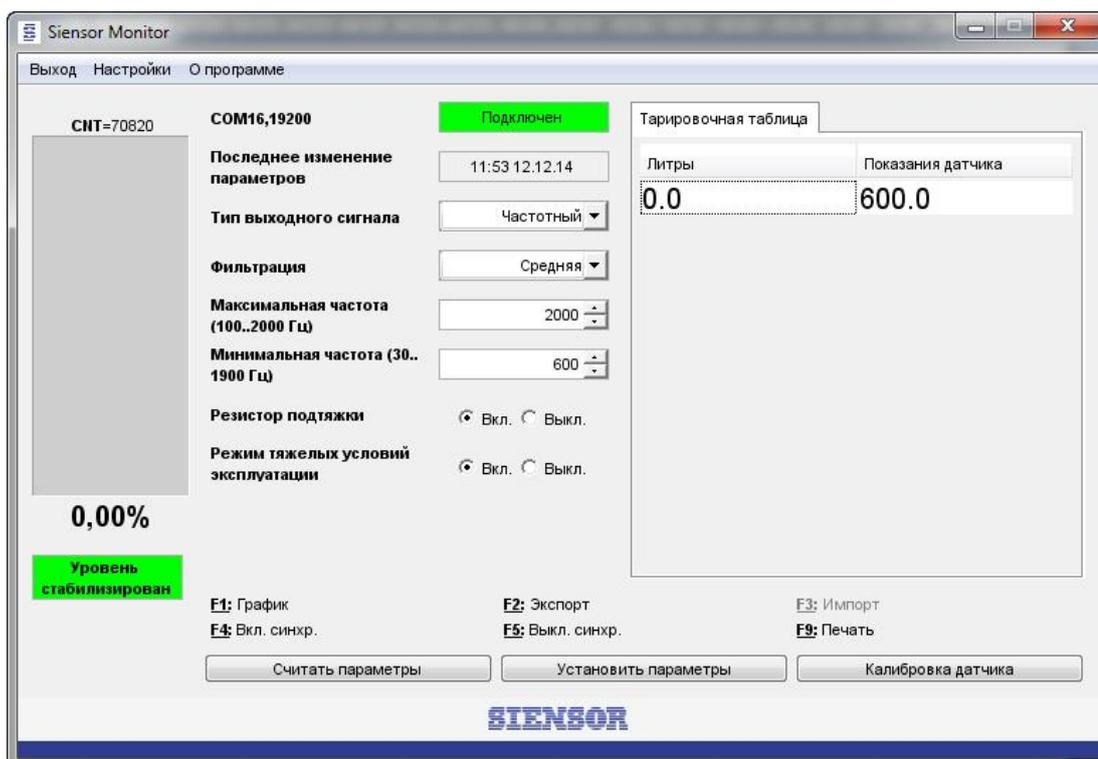
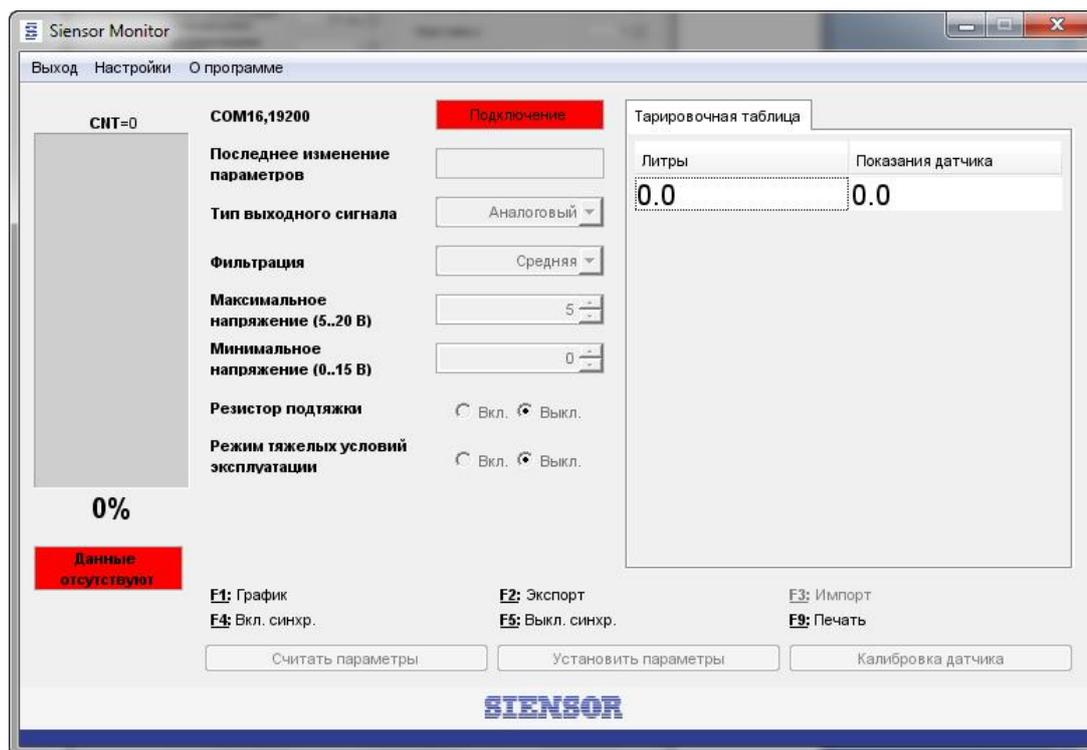

Рис. 2.12 Программа «Siensor Monitor» – главное меню программы
Рис. 2.13 Программа «Siensor Monitor» – отсутствие соединения с датчиком
2. Запустите программу «Siensor Monitor». Откроется главное меню программы (см. Рис. 2.12), в котором отображены текущие настройки подключенного ДУТ. Если соединение с подключенным к ПК датчиком не установлено (Рис. 2.13), необходимо произвести настройку подключения.
1. Выберите закладку **Настройки** (см. Рис. 2.12).
В главном окне программы (см. Рис. 2.12) выполните следующие действия:
1. Выберите закладку **Настройки** (см. Рис. 2.12). Настройку необходимо производить в том топливе, в котором данный ДУТ будет работать.